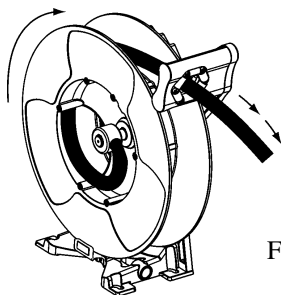

Fig. 15
- Pull the hose out and let the hose get latched (Fig. 15).
- Dra ut en bit av slangen och spärra rullen (Fig. 15).